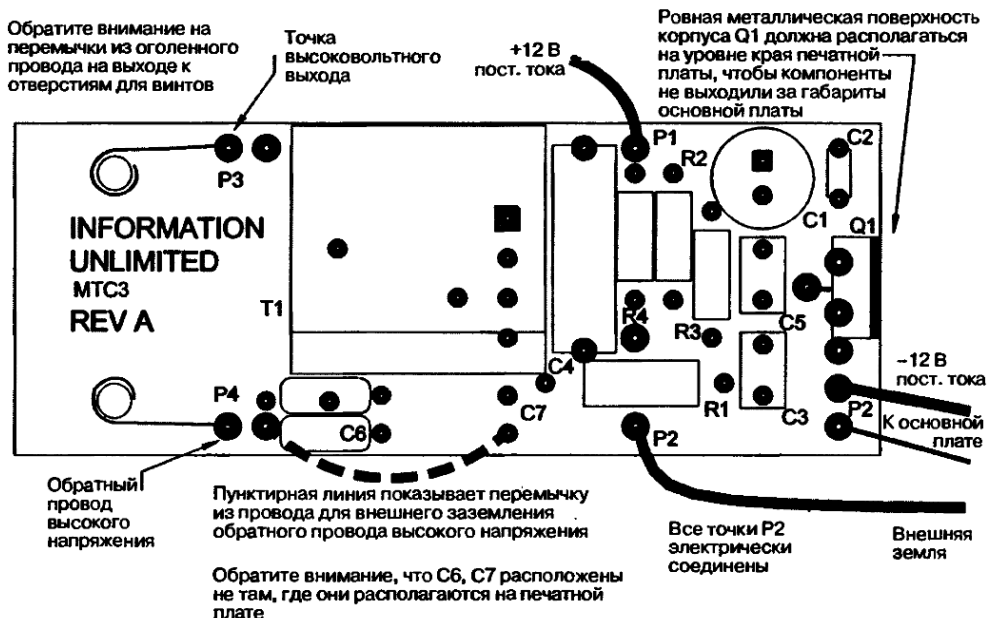

Рис. 16.3. Размещение компонентов на печатной плате РСВ
2. Возьмите печатную плату РСВ, как показано на рис. 16.3, или изготовьте соответствующую макетную плату с перфорацией отверстий. Размер печатной платы 8,89×3,49 см, на плате протравлена трафаретная печать с помеченными условными обозначениями компонентов, чтобы ускорить размещение компонентов на плате РСВ. Обратите внимание, что транзистор Q1 должен быть установлен перпендикулярно к поверхности платы. Это важно для эффективного отвода тепла от транзистора и механической прочности.
С рис. 16.3